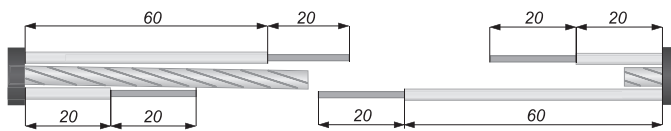

Рис. 2. Разделка нагревательного кабеля с жилами малого диаметра (см. п. 3.2.8)
3.2.8. Разделка нагревательных кабелей с жилами малого диаметра (кабели марки МНН 2х(4х0,14)н, МНН 2х(2х0,25)с, МНН 2х(2х0,25)л должна соответствовать размерам, указанным на рис. 2. После разделки зачищенные жилы этих кабелей длиной 20 мм согнуть пополам пассатижами «утконосы». В сложенном виде длина зачищенной жилы должна составить 10 (-1) мм.